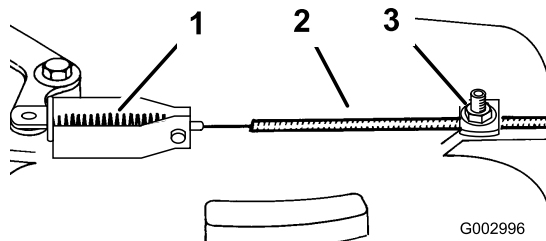

Figure 33
3. Desserrez la vis du serre-câble jusqu'à ce que la gaine du câble puisse coulisser (Figure 33).